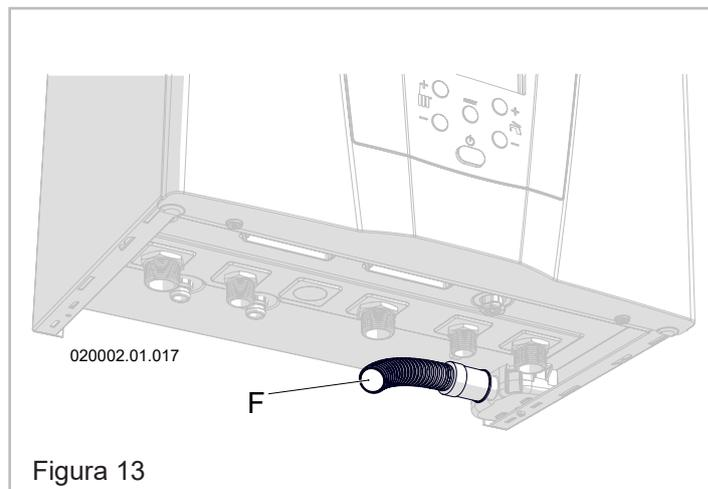
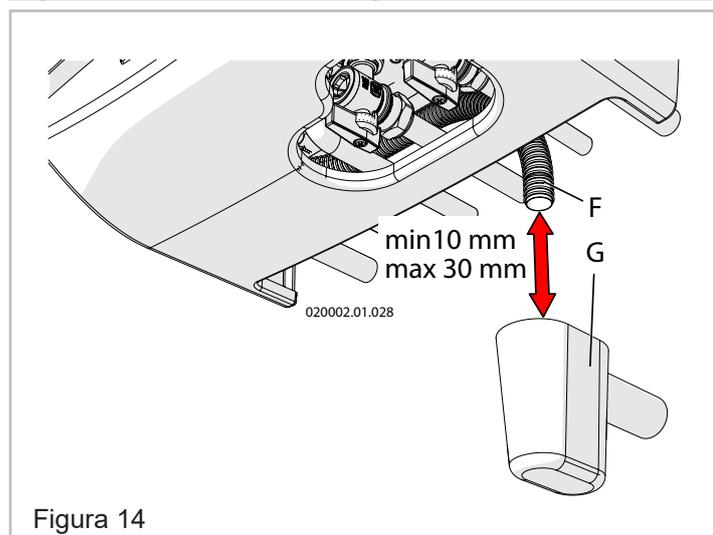

Figura 13
Figura 14
**⚠ ATTENZIONE!!!** Tale terminazione deve essere convogliata in un ulteriore sifone antiodori (Figura 14 particolare "G") in modo da prevenire il ritorno di cattivi odori in ambiente (il sifone antiodori "G" è fornito su richiesta).
L'apparecchio è protetto contro le sovrappressioni da una valvola di sicurezza tarata a 3 bar (particolare "7" Figura 1). Lo scarico della valvola di sicurezza è convogliato nel tubo "F" (Figura 13) che deve poi essere portato al sifone antiodori (particolare "G" Figura 14). Tale scarico con sifone è atto ad evitare sovrappressioni in caso di apertura della valvola e da modo all'utente di verificarne l'eventuale intervento. Il sifone antiodori "G" (Figura 14) è fornito su richiesta.